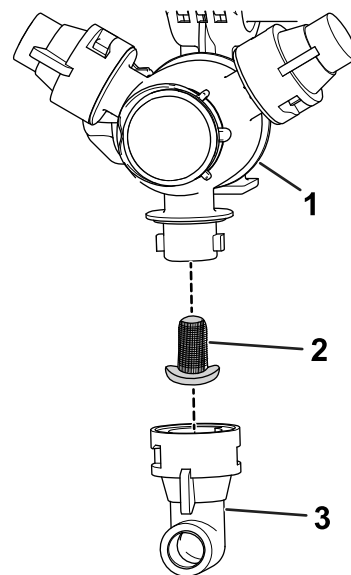

Figura 49
- Rimuovete l'ugello dalla torretta di irrorazione (Figura 49).
- Rimuovete il filtro dell'ugello (Figura 49).
- Montate il filtro dell'ugello (Figura 49).
- Montate l'ugello sulla torretta di irrorazione (Figura 49).